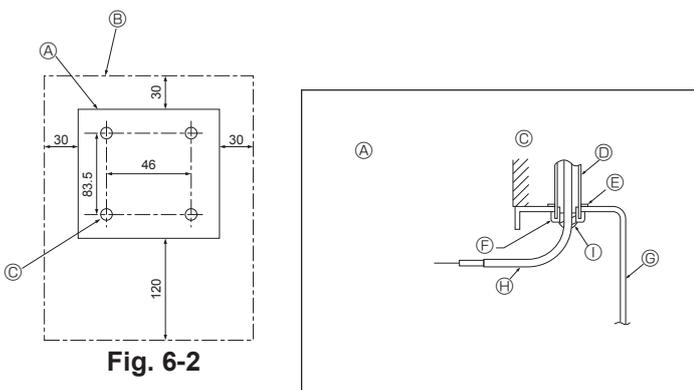

Fig. 6-2
(1) Vælg monteringssted for fjernstyringen. (Fig. 6-2)
#### [Fig.6-2]